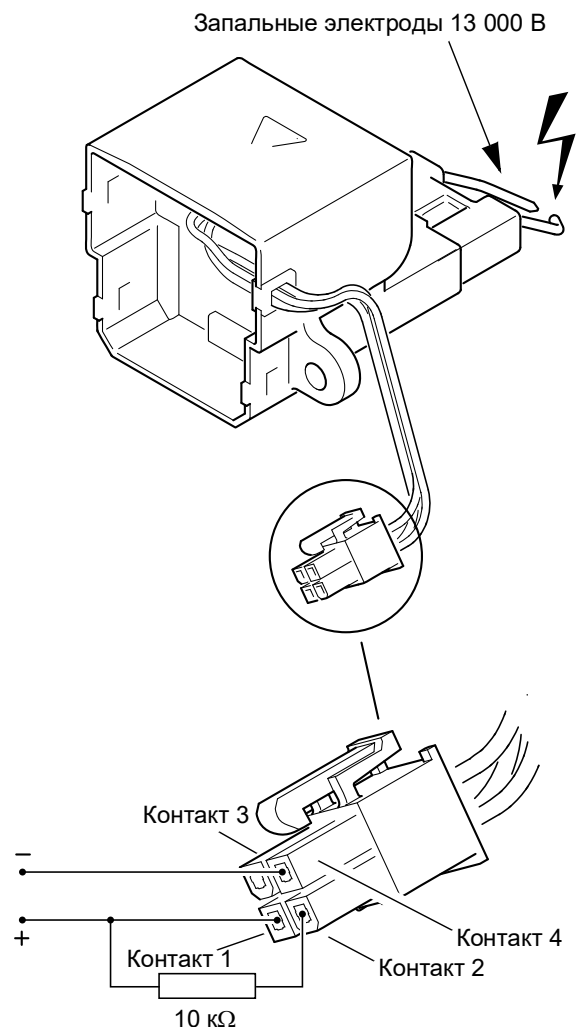

Рис. 507
- Подать постоянное напряжение в 24 В согл. Рис. 507 (10 кОм на SE-вход).